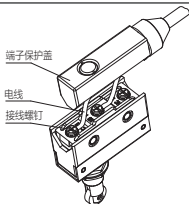
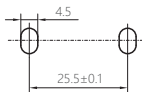
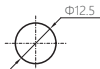
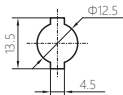

图17 布线示意图
图18 开孔示意图
图19 开孔示意图
图20 开孔示意图
7.2.1 安装：布线见图17，开孔见图18～图20。侧面安装使用M4螺钉拧紧力矩（1.2～1.4）N·m，面板安装M12六角螺母拧紧力矩（2.9～4.9）N·m。
注：开孔示意图20适用于YBLXW-6/11ZL和YBLXW-6/11HL产品安装，开孔示意图19适用于YBLXW-6/11BZ和YBLXW-6/11CA产品安装，图18~图20开孔不能同时使用，避免损坏产品。